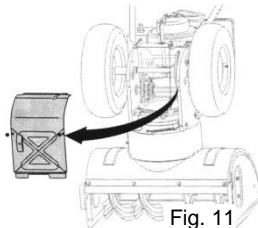

Fig. 11
2. Pivotați cu grijă aruncătorul în sus-față pentru a se sprijini pe carcasa frezei. Îndepărtați capacul din partea de jos a aruncătorului înlăturând cele 4 șuruburi pentru tablă care îl fixează. Vezi Fig. 11.